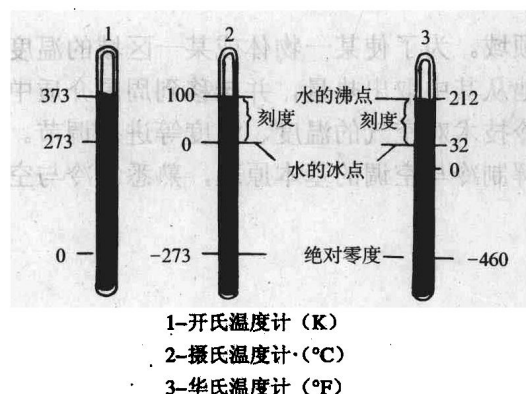

图 1-1 3 种温标的关系
(3) 华氏温标。其符号本书用 θ 表示, 单位为 $^{\circ}F$ 。华氏温标是在一个标准大气压下把纯水的冰点温度定为 $32^{\circ}F$, 沸点温度定为 $212^{\circ}F$, 其间分成 180 等份, 每一等份称为 $1^{\circ}F$ 。
(4) 3 种温标之间的关系如图 1-1 所示。